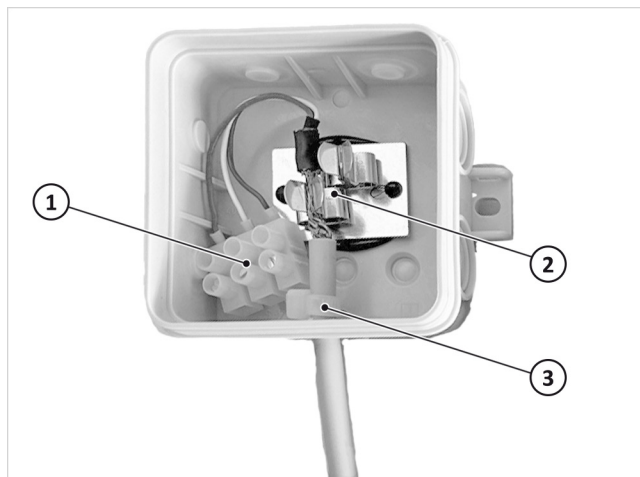

Abb. 30: Modbus-Verbindungsdose befestigen
7. Beiliegenden Kabelbinder zur Zugentlastung der Leitung zur Wärmepumpe wie in Abb. 30 (3) anlegen.